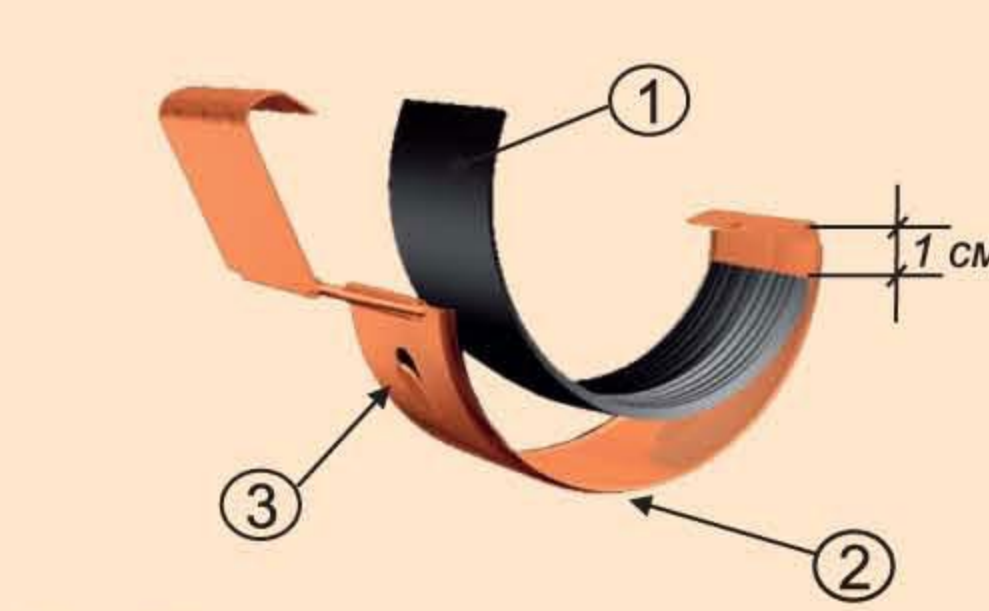
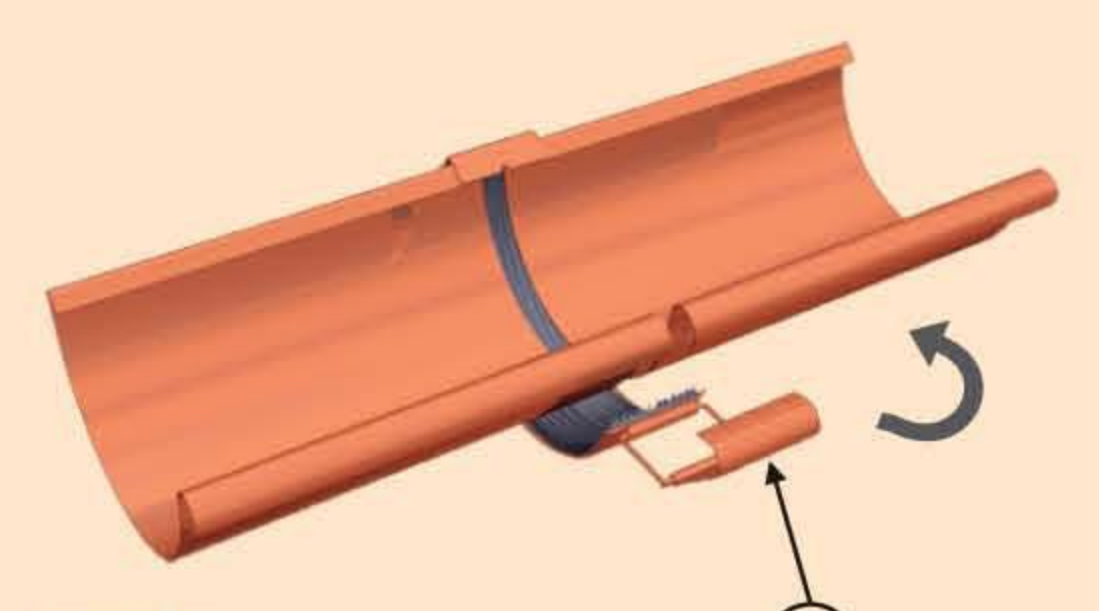
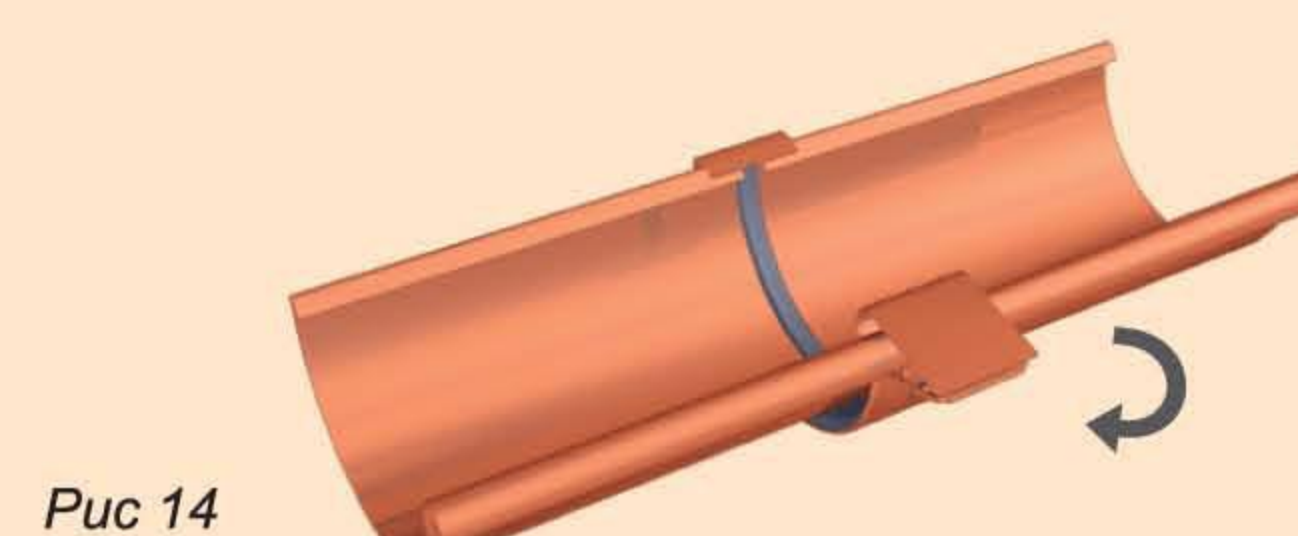

Рис. 12
Рис. 13
Рис. 14
Вставьте резиновый уплотнитель ① в соединитель желоба ② ребристой стороной вверх. Уплотнитель не должен доходить на 1 см до края соединителя (рис. 12). Отогните фиксатор пряжки ③ на 60-90° (рис. 12). Наклейте соединитель на заднюю часть желоба стороной, противоположной замку соединителя ④ (рис. 13). Выровняйте соединитель по центру стыка желобов так, чтобы желоба не соприкасались между собой (расстояние между желобами - 3-4 мм). Подтяните фронтальную часть соединителя к желобу и защелкните замок (рис. 14). Застопорите замок, вернув фиксатор ③ в первоначальное положение.